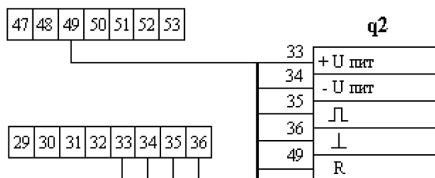

Рис. 4 Схема подключения преобразователя расхода q2 при измерении тепловой энергии в режиме «3» (зима/лето).
3. При использовании алгоритма «3 – зима/лето» для вычисления тепловой энергии, схема подключения преобразователя расхода q2 представлена на рис. 4 настоящего приложения.